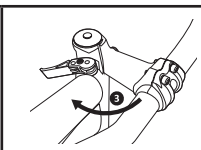

Рис. 35
- 2 | Поверните руль по часовой стрелке на 90 градусов (рис. 35);